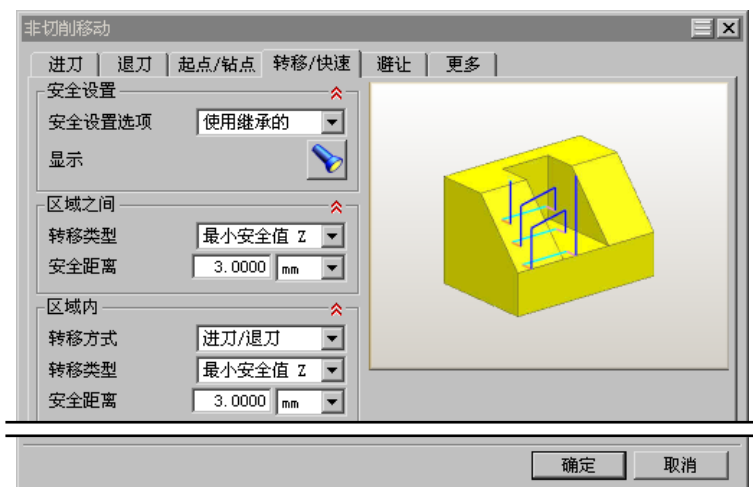

图 5.15 “转移/快速”选项卡
Step2. 单击“非切削移动”对话框中的**转移/快速**选项卡，设置图 5.15 所示的参数；单击**确定**按钮，完成非切削移动参数的设置。